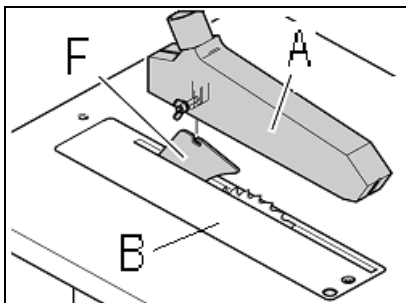

Fig 18
Befestigen Sie die Sägeschutzhaube (A, Fig 18) mit 1 Torbandschraube, 1 Scheibe und 1 Flügelmutter am Spaltkeil (F).